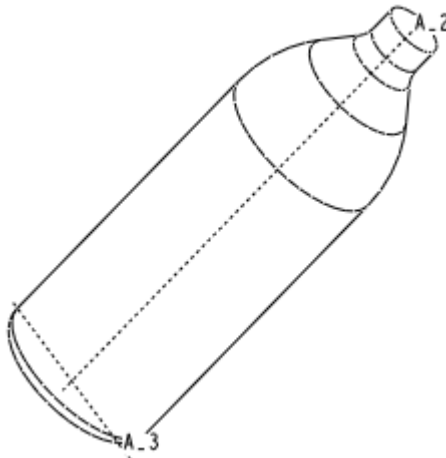

图 3-204
- (3) 单击【确定】按钮，完成基准轴 A_3 的建立，如图 3-204 所示。